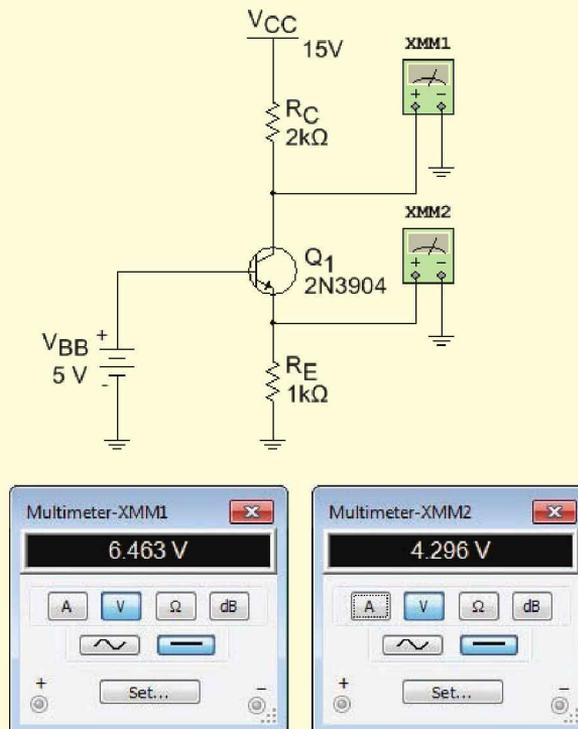

Figure 7.3
Quelle est la tension entre le collecteur et la masse dans la figure 7.3 ? Entre le collecteur et l'émetteur ?
7.1 Avez-vous compris ? Si la tension d'alimentation de la base sur la figure 7.3 passe à 3 V, déterminer la nouvelle valeur V_{CE} .